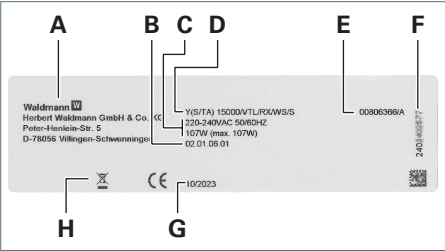

Fig. 34: Targhetta testa dell'apparecchio (esempio).
- Testa dell'apparecchio presente, a partire dal numero di serie 2402389763, vedere Fig. 34.